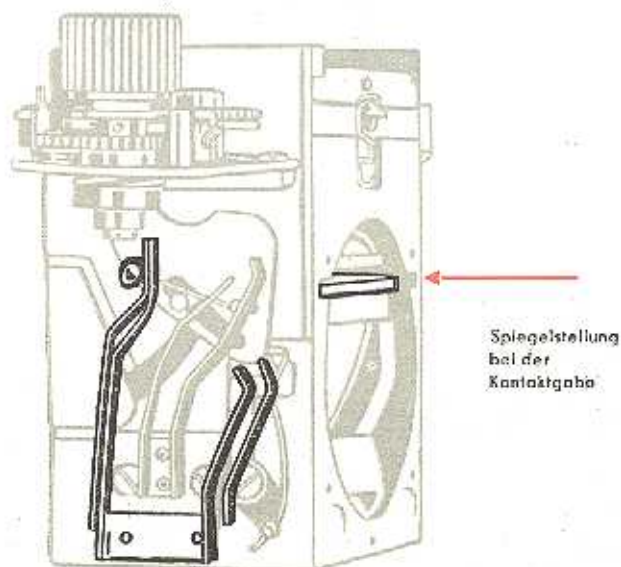
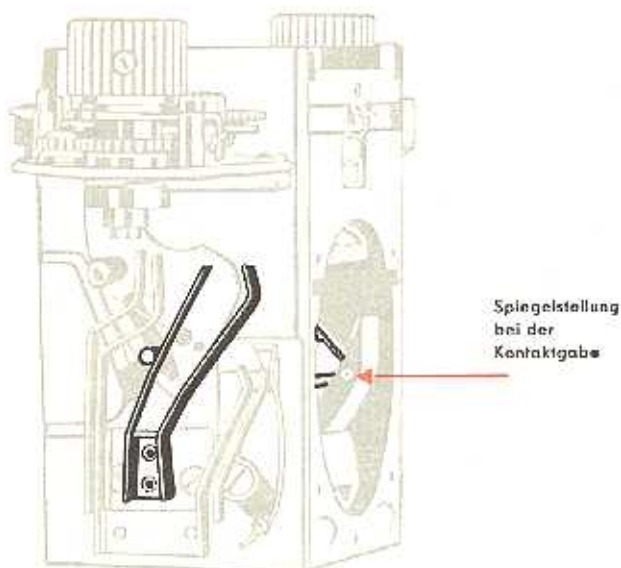

Abb. 5
Abb. 6
- Erste Verschußklappe mit Finger festhalten, Verschuß auslösen und erste Verschußklappe langsam ablaufen lassen. Dabei müssen der X-Kontakt, wie in Abb. 5, und der F-Kontakt, wie in Abb. 6 eingezeichnet, zünden. Ist dies nicht der Fall, so müssen die Kontaktfedern am Blitzkontakt dementsprechend gebogen werden.